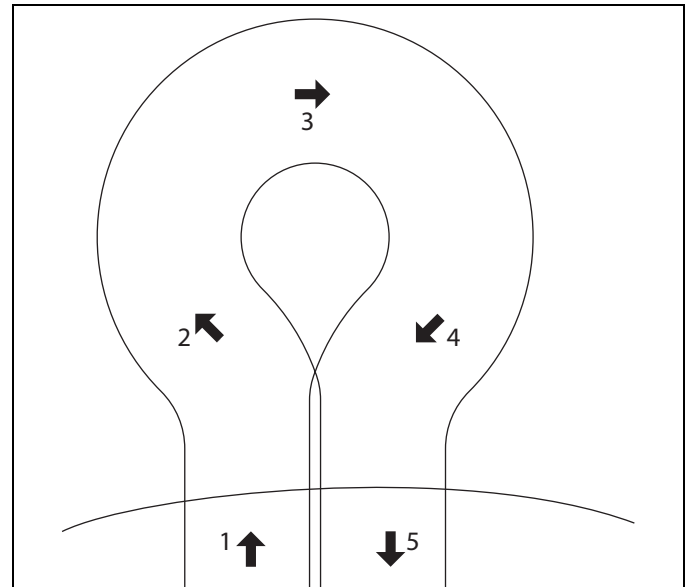

Figura 5C
- e. Para girar a la derecha, gire el cortacésped ligeramente a la izquierda (**2**). Cuando el cortacésped se haya movido alrededor de la mitad de su propia anchura a la izquierda, gírelo rápidamente a la derecha (**3 y 4**), guiándolo con la mano derecha. Este método permite girar rápidamente en pocos pasos. [Figura 5C]